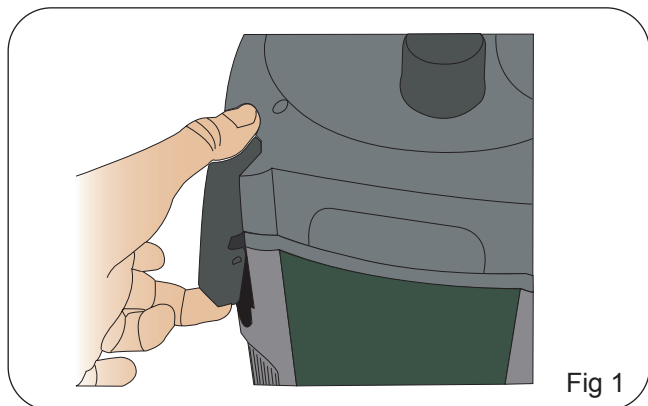

Fig 1
1. Aprire l'unità filtro sganciando le 4 molle situate agli angoli del filtro, quindi sollevare l'unità superiore dal corpo del contenitore. Fig 1